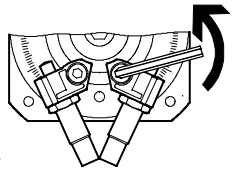

Fig. 14
4. Svitare le viti di bloccaggio dei supporti ammortizzatore (Fig. 14). Per spostare i supporti ammortizzatore, allentare le viti di bloccaggio in misura appena sufficiente a consentire lo spostamento dei supporti.